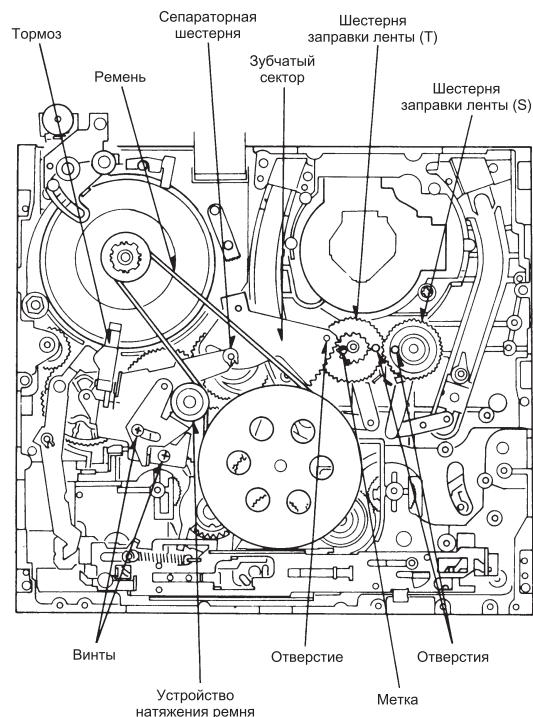

Рис. 10. Установка зубчатого сектора
6. Отводят рычаги с узлами подающей и приемной стоек в положение расправленной ленты и устанавливают шестерни заправки ленты так, чтобы отверстия в них находились друг напротив друга. Затем устанавливают зубчатый сектор, совмещая отверстие в нем с меткой на шестерне заправки ленты (T), как показано на рис. 10. Фиксируют зубчатый сектор разжимной шайбой. После этого устанавливают пластину с тормозом (VXL1873) и роликом регулятора натяжения приводного ремня (VXA3516).